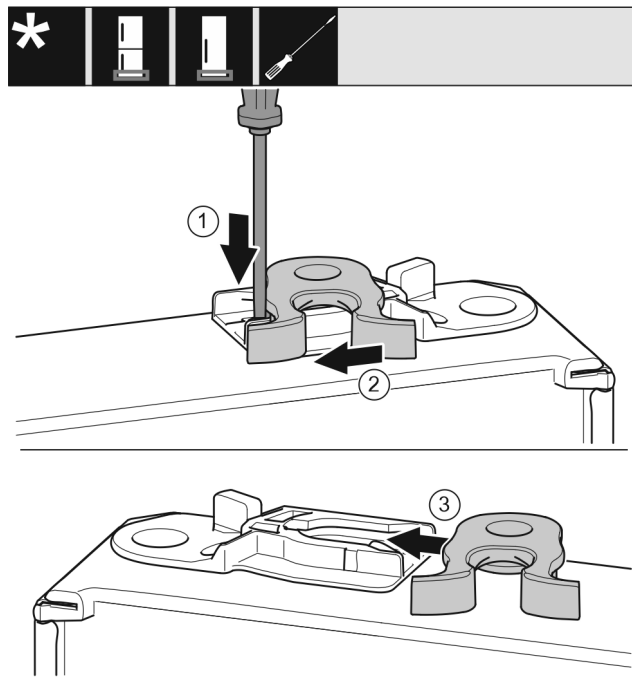

Fig. 40 *
- Potisnite spono Fig. 40 (1) navzdol s ploščatim izvijačem.*
- Povlecite zapiralni kavelj Fig. 40 (2) ven iz vodila.*
- Potisnite zapiralni kavelj Fig. 40 (3) na drugi strani v vodilo.*